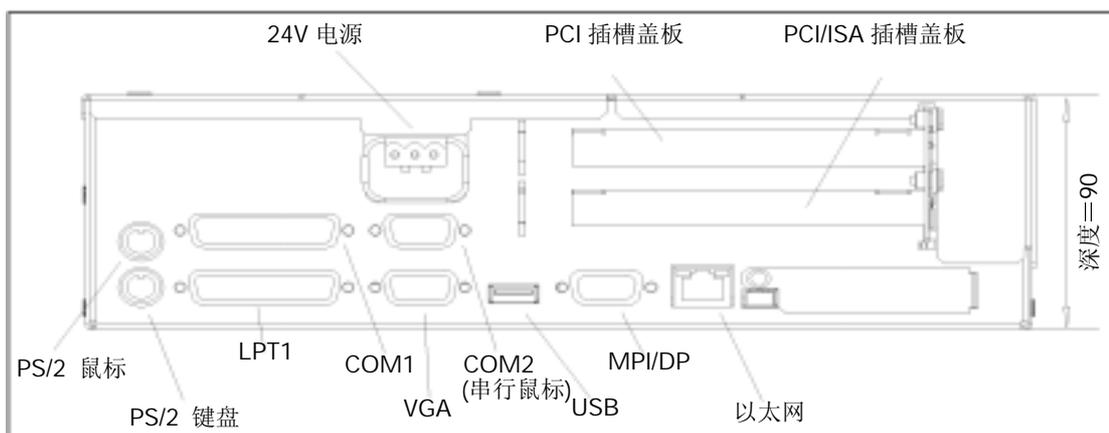

图 11-3 PCU50 侧视图（接口一侧）
2) 如果安装扩展板, 则图 11-3 中所示的盖板将被相应模块的前面板替代。详细信息请参照相应模块的说明。